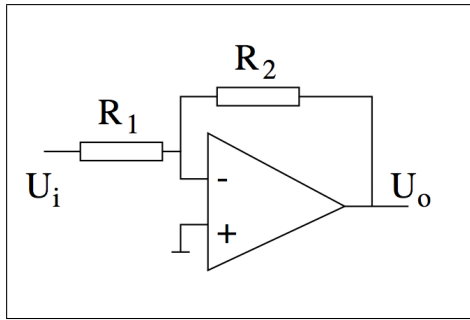
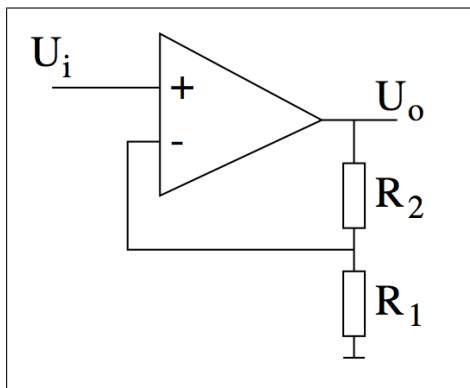

Abbildung 4.25: invertierender Operationsverstärker
Abbildung 4.26: nichtinvertierender Operationsverstärker
- Beim **invertierenden** Verstärker wird der Eingang an V_- angeschlossen, V_+ liegt auf Masse (Abb. 4.25). Der Gegenkopplungswiderstand R_2 bewirkt, dass der Regelkreis geschlossen ist. Wird V_- von null verschieden, wird der Ausgang sich um die Verstärkung A_0 auf die Gegenseite bewegen, als Resultat wird die Spannung V_- auf null geregelt. Den Punkt V_- bezeichnet man als virtuelle Masse, solange der Regelkreis funktioniert, ist $V_- \approx 0$. Die Eingangsimpedanz dieses Verstärkers ist gerade R_1 , also relativ klein. Der **nichtinvertierende** Verstärker hat im Gegensatz dazu einen sehr hohen Eingangswiderstand, der durch den Aufbau der Operationsverstärkers gegeben ist (Abb. 4.26)²